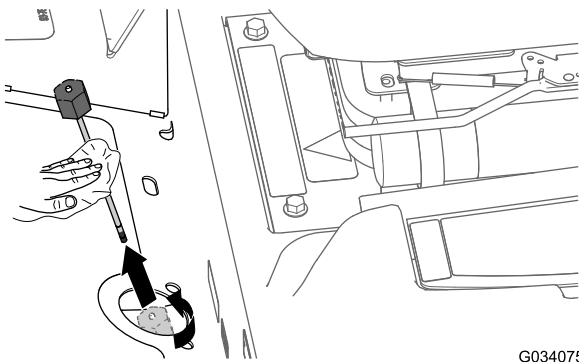

Figure 83
2. Dévissez le bouchon-jauge (Figure 83) et sortez la jauge du tube de remplissage de la boîte-pont et essuyez la jauge sur un chiffon propre.